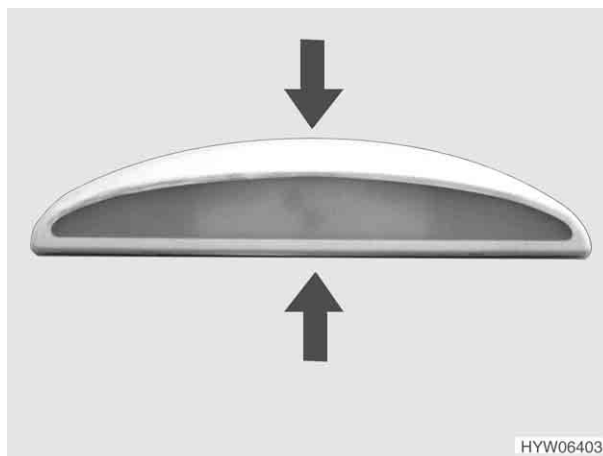

Fig. 109 Luce tenda veranda
- Comprimerne leggermente gli involucri (Fig. 109) e sfilarli in avanti.